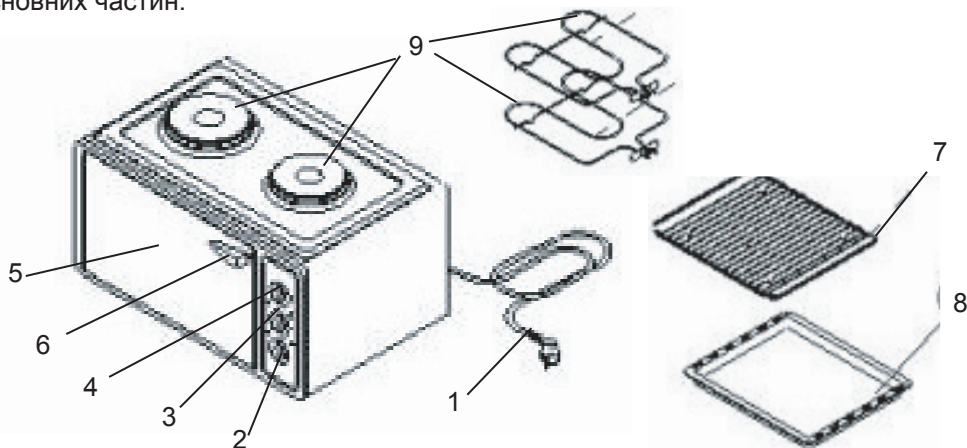

Рис. 1
Електродуховка виконана у вигляді тумби (Рис.1) і складається з таких основних частин:
Включення (виключення) електродуховки здійснюється поворотом ручки перемикача режимів роботи (4) за годинниковою стрілкою. Режим приготування їжі вибирається поворотом ручки регулятора температури (3) і встановлюється необхідна температура, за допомогою ручки таймера (2) встановлюється час для приготування їжі (Рис.1).